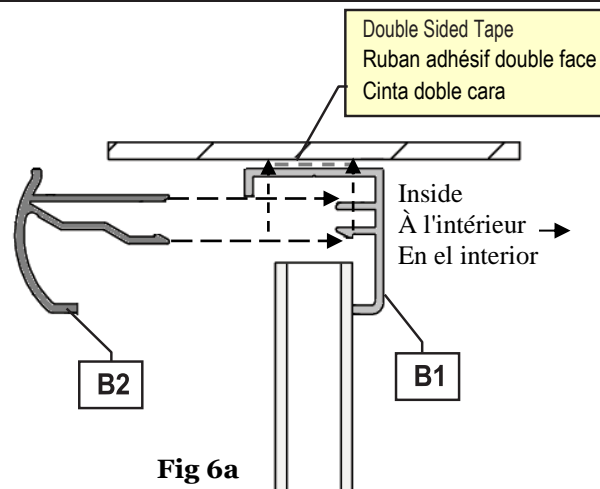

Fig 6a
2. Position the **Inside Snap Header (B1)** over the **Wall Jambs (C)** from the inside of the shower.
3. Snap the **Outside Snap Header (B2)** into the **Inside Header (B1)**. (Fig 6a)
2. Positionnez le **rail intérieur (B1)** sur les **montants muraux (C)** depuis l'intérieur de la douche.
3. Enclenchez le **couvrete à encliquetage extérieur (B2)** dans le **rail intérieur (B1)**. (Fig. 6a)